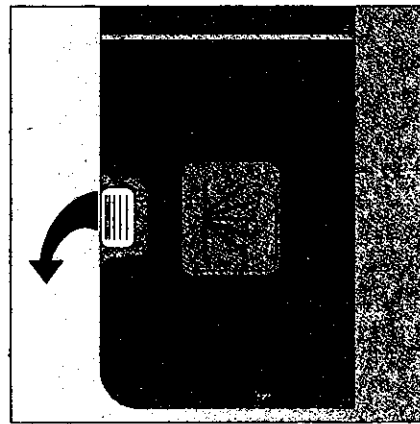

Bild 10 RME 1 (1)
- ☐ Verschlußhebel nach vorne drücken (Bild 10/1). Der Deckel springt auf.
Bei sehr stark verschmutztem Geschirr haben Sie die Möglichkeit, in die Deckelmulde (Bild 10/2) zusätzlich Reinigungsmittel zu geben. Mulde gestrichen füllen. Dieser Reiniger wird bereits im Vorspülen wirksam.